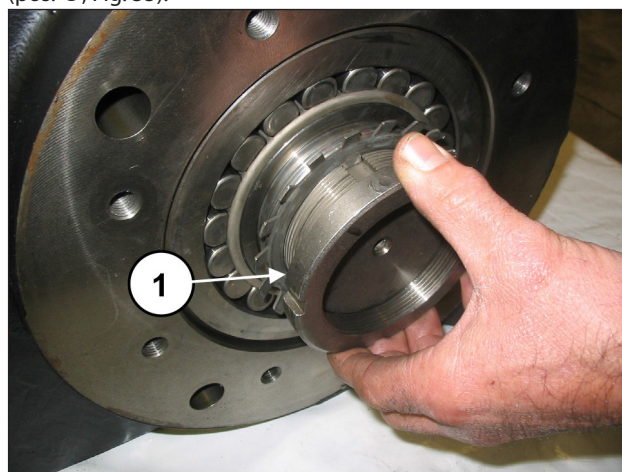
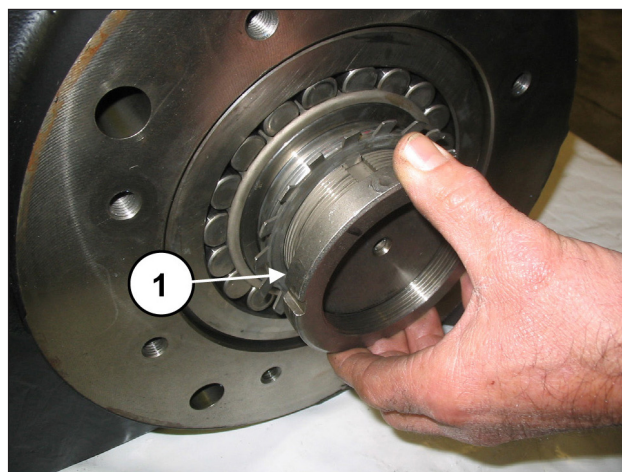
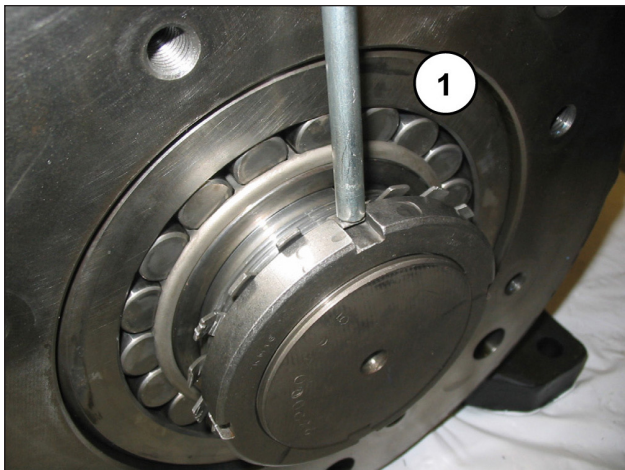

Fig. 53
Fig. 54
Fig. 55
Desenroscar la corona, introducir la arandela de seguridad (pos. ①, Fig. 53) y enroscar a fondo la corona (pos. ①, Fig. 54). A continuación, doblar la lengüeta de bloqueo de la arandela (pos. ①, Fig. 55).